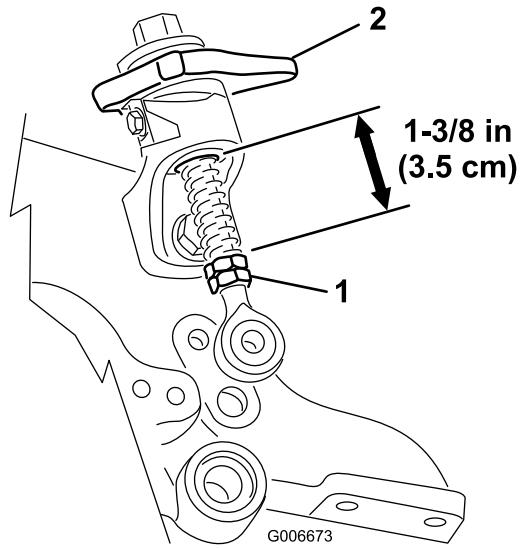

図 23
**重要** グルーマの高さ調整の後、クイックアップ・レバーを解除位置にした時の各スプリングの長さが3.5 cmになるように、ねじ山付きロッドについているナットを調整する。図 23 を参照。